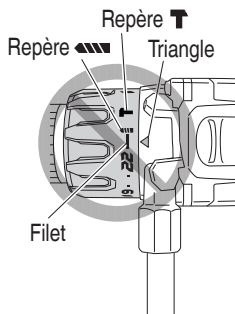

Fig. 17
- Ne pas utiliser avec le sélecteur de débrayage sur le nombre "22" et le trait au milieu du repère de perçage. Cela pourrait provoquer des dommages. (Voir Fig. 17)